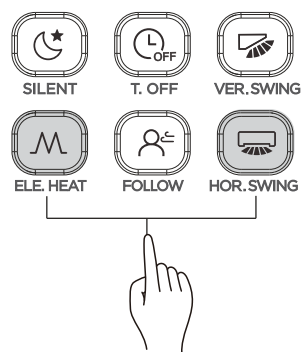

Figura 27
1. Presione y al mismo tiempo para bloquear el botón (vea la Figura 27), y la pantalla mostrará el icono de bloqueo ;